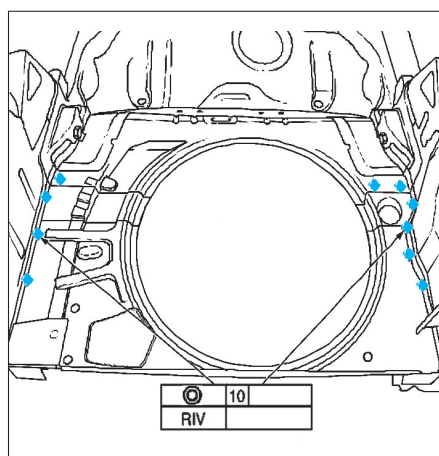

FIG. 126
- Positionner le plancher et le riveter (fig. 126).